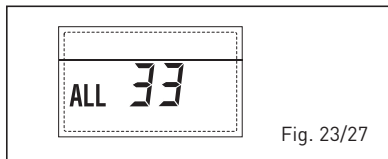

Fig. 23/27
- ANOMALIA COMUNICAZIONE SCHE-DINO RS-485 IN MODALITA' CASCATA "ALL 34" (fig. 23/28)